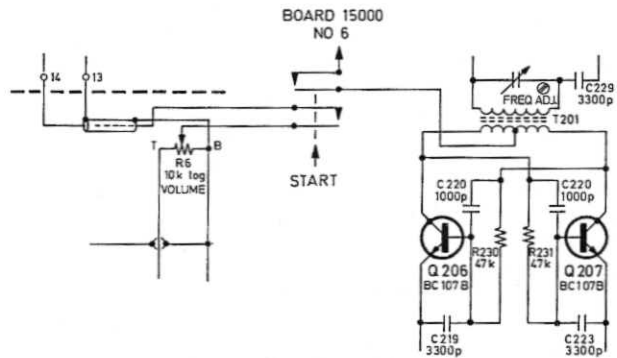
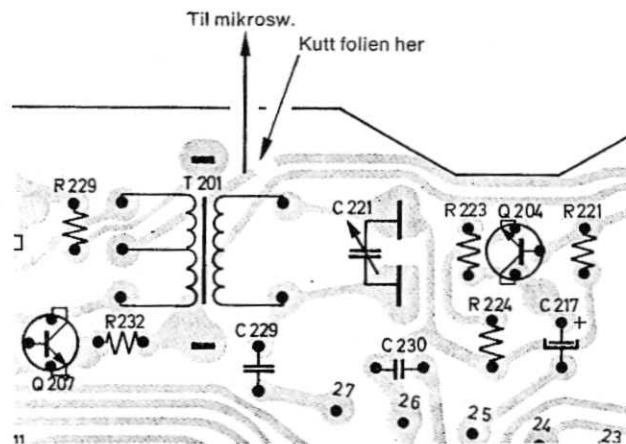

Fig. 8.4. Detalj av skjema.
Fig. 8.5. Detalj av plate 15001.
Mikrobryter for utkopling av driftsspenningen ved stopp og tilbakespuling ved bruk av pedal, er nå endret slik at bare spenningen til oscillatoren brytes. Alle forsterkere er derved driftsklare til enhver tid, og innstilling av signalnivået kan skje mens båndopp-takeren står i stopp. Dessuten kommer oscillatoren raskere igang etter stopp. Endringen kan lett innføres på apparater med lavere serienummer. (Se fig. 8.4 og fig. 8.5.)
- En ekstra mikrobytter (6) monteres på samme brakett som den gamle bytteren for driftsspenningen (5).
- En ny ledning koples til det samme punkt på bytteren og føres til forforsterkerplaten som vist på fig. 8.4 og fig. 8.5. Kopperfoliet for spenning til oscillatoren brytes som vist på samme figur.